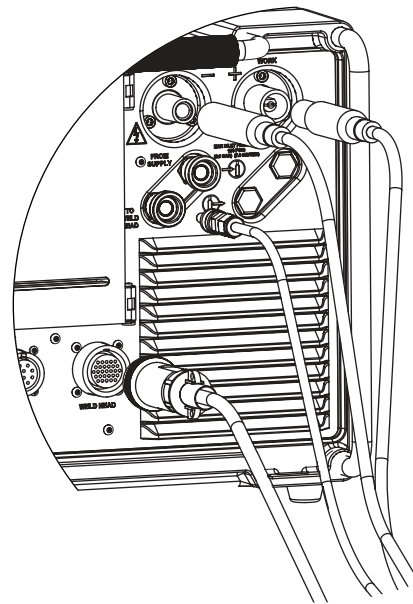

图 8 — 将焊头组件连接到电源上
1. 把焊接头四分之一圈接头上的槽对准标有焊接头的 M200 电源插座(图 8) 上的小片, 插入接头。顺时针转动插头来将其锁定。听到咔嗒声表示接头已经锁定。该连接提供驱动焊接头控制信号。